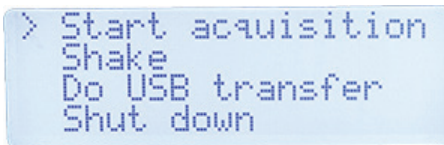

Figura 4-6 Menu
1. Accendere il BTX III configurato con il WLAN e aspettare che venga visualizzato il menu (vedi Figura 4-6 a pagina 66).